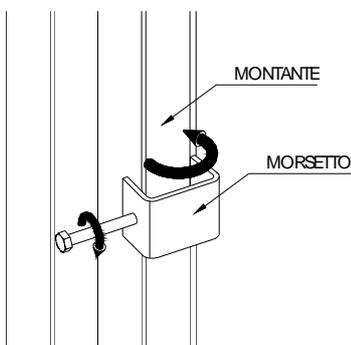
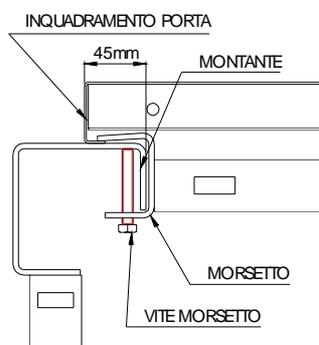

Fig. 19.4
Fig. 19.5
- ✓ Inserire i morsetti a vite tra il montante e l'inquadramento porta come indicato in Fig. 19.4 quindi stringere la vite del morsetto fino alla sua chiusura sull'interno del montante. Al termine del montaggio il morsetto dovrà presentarsi come in Fig. 19.5